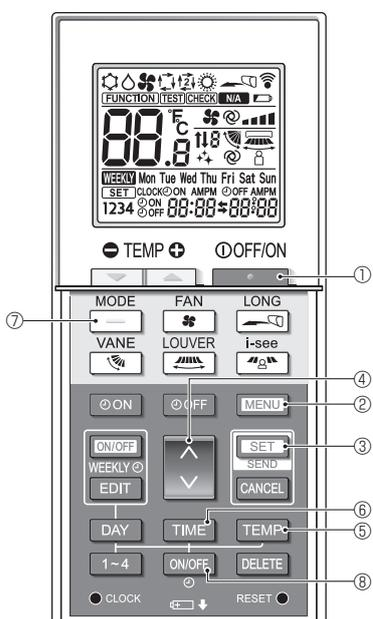

Fig. 6-9
1. Tryck på knappen [OFF/ON] ① för att stänga av luftkonditioneringen.
2. Tryck på knappen [MENU] ②. Skärmen för funktionsinställning visas och funktionsnummer Ⓐ blinkar. (Fig. 6-9) Tryck på knappen ⏸ ④ för att ändra funktionsnumret.